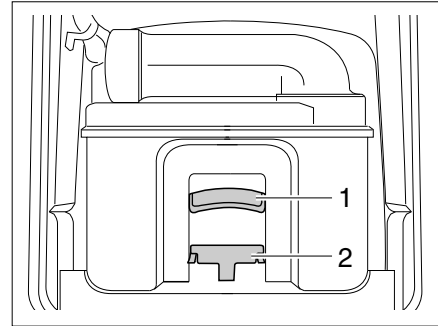

Bild 168 Thetford-Kassette
- Entriegelung (Bild 168,1) betätigen und Toiletten-Kassette am Griff (Bild 168,2) herausziehen.